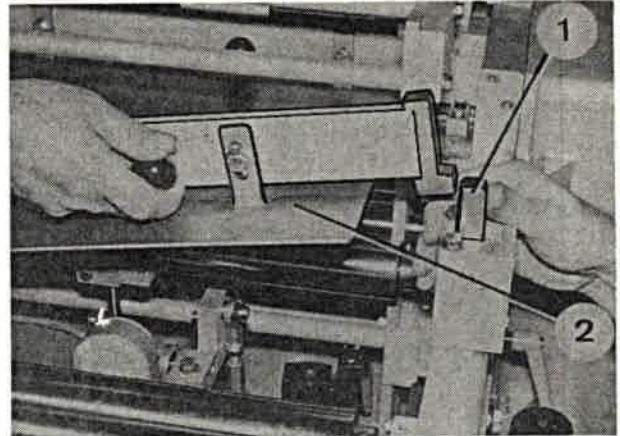

Bild 235
1. Sperrklinke (Bild 235/1) zurückdrücken und Gegenlager (Bild 235/2) des Tintendruckers hochklappen.